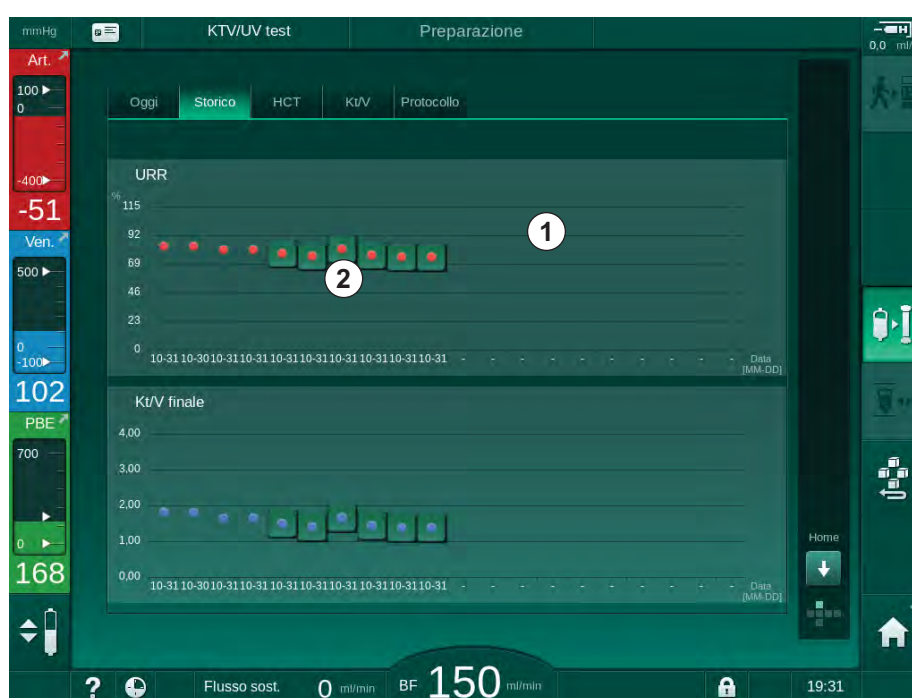

Fig. 11-12 Selezionare Storico parametri nella videata *Info*.
Per le ultime 6 terapie completate sono disponibili informazioni più dettagliate. Una volta toccato il simbolo corrispondente al parametro (Fig. 11-12, ②) relativo a una determinata data, viene visualizzato un trend di tale parametro in riferimento alla terapia in questione (Fig. 11-13). La risoluzione è pari a 5 minuti. La vista Trend si chiude toccando *Indietro* ① .